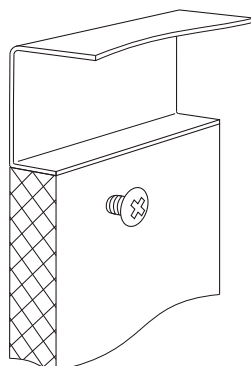

рис. 2
2. Положить накладную мойку на тумбу (рис.2).